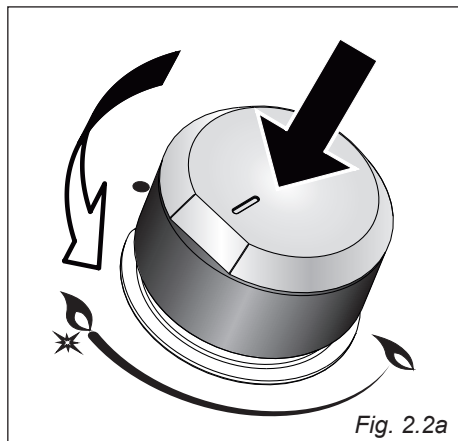

Fig. 2.2a
1. Pour allumer le brûleur, appuyer sur la manette et la faire tourner (fig. 2.2a ou 2.2b) jusqu'à la position de débit maximum "☀" ou "9"; puis continuer à appuyer sur la manette jusqu'à ce que l'allumage se fasse.